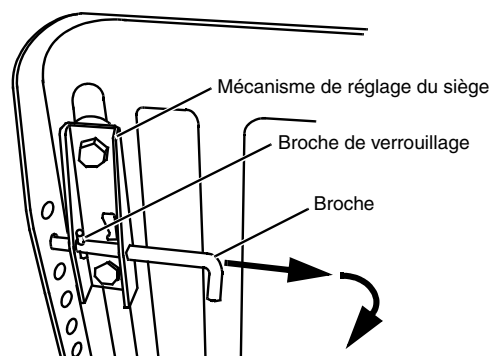

FIGURE 12
- Tirer la broche et la tourner en position verrouillée. (voir FIGURE 12)